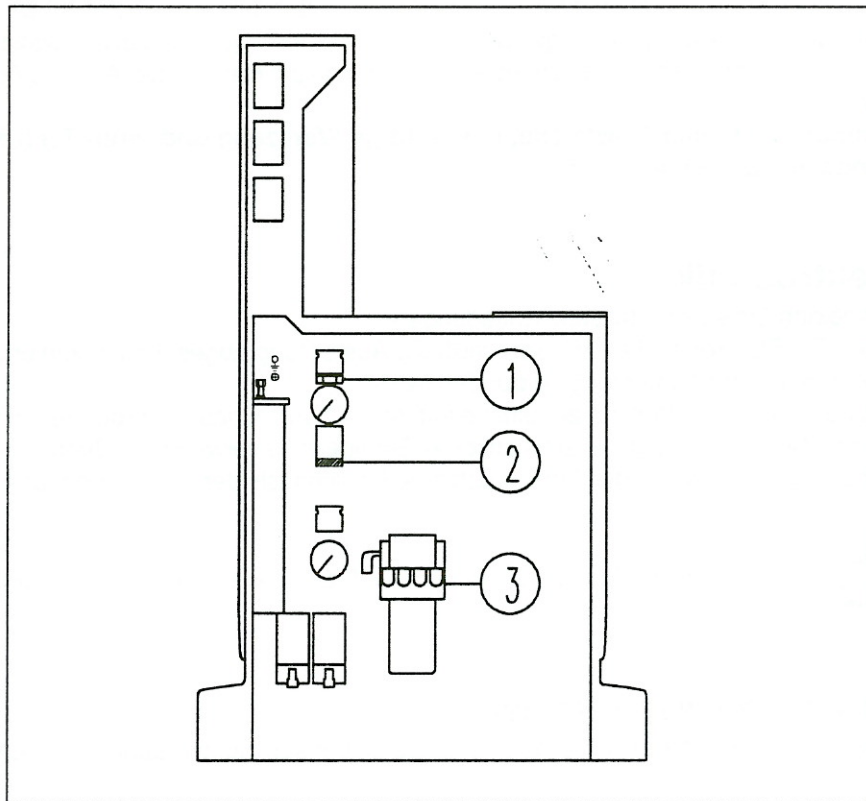

Abb. 4. Unit, Sicht auf die Mechanikseite
- 2) Nehmen Sie die Schläuche von der Lufteinheit und lösen Sie die obere Mutter, Abb. 4 (1).